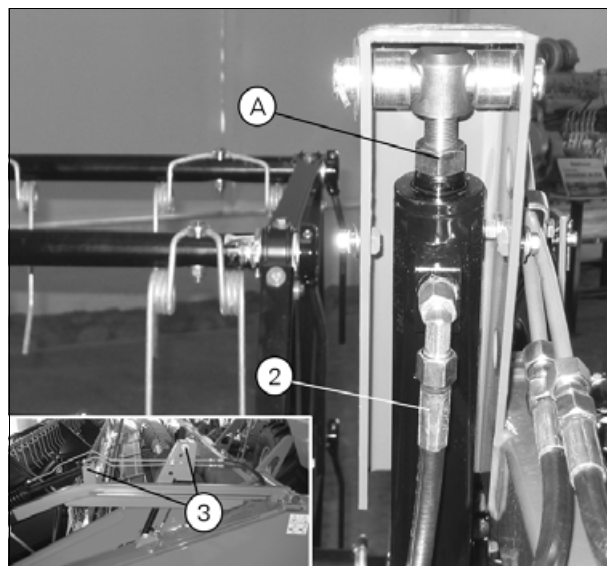

Рис. 1.
4. После установки необходимо отрегулировать мотовило при помощи резьбового стержня (А) (рис. 1), чтобы расстояние от верхнего края ножа до концов пружинных зубьев мотовила составляло 27 ± 7 мм. Мотовило при этом должно быть максимально отведено назад.
Также необходимо проверить, что мотовило при подъеме располагается параллельно земле. При необходимости выполните регулировку при помощи резьбового стержня (А) (рис. 1).